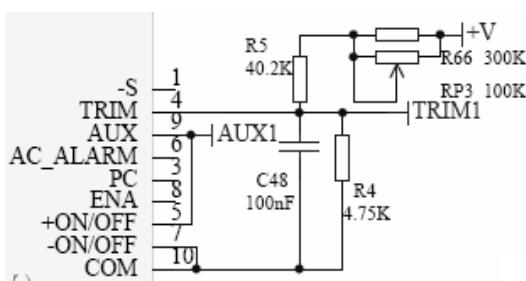

图13 输出电压上下调电路
(2)通过更改图13中RP3电位器进行对输出电压进行上下调;RP3的阻值减小,输出电压增大.RP3的阻值增大,输出电压减小,可调电压输出范围为22V-31V(可见图14)